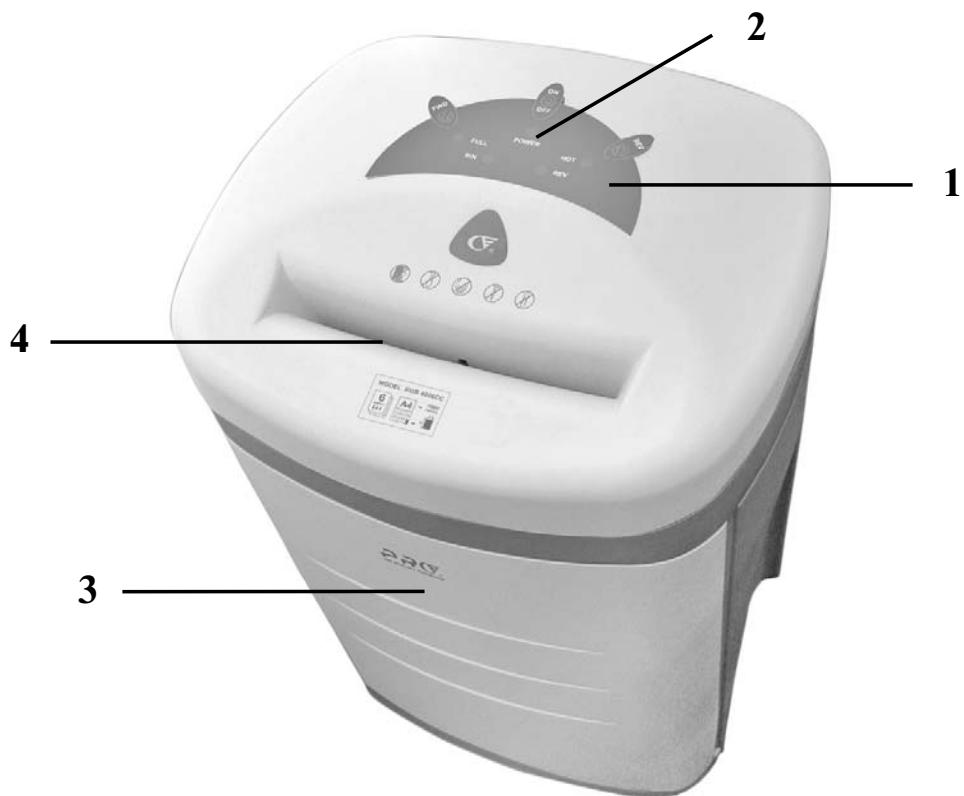

Рис. 1
2. Нажмите на выключатель питания (кнопка ON/OFF), при этом должен загореться индикатор питания "POWER" Рис.1 п.2.